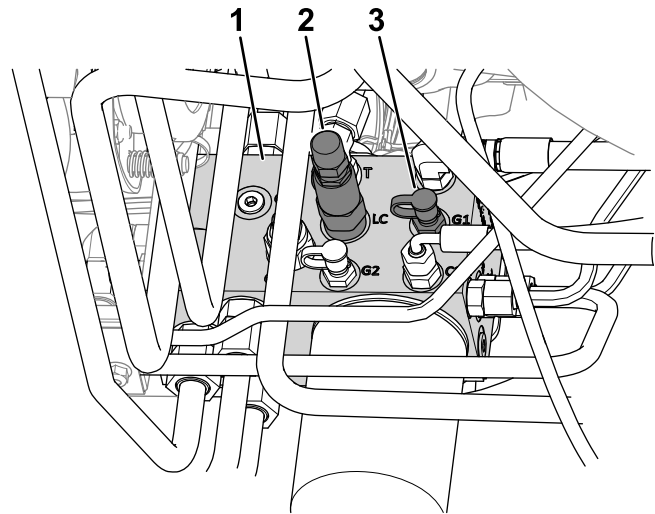

Figura 24
4. Conecte un manómetro al punto de prueba (marcado G1; consulte Figura 24).
5. En el lateral del distribuidor de elevación, retire el tapón del punto de prueba (marcado G1; consulte Figura 24).
6. Afloje la contratuerca del extremo de la válvula de transferencia de peso (marcado LC; consulte Figura 24).